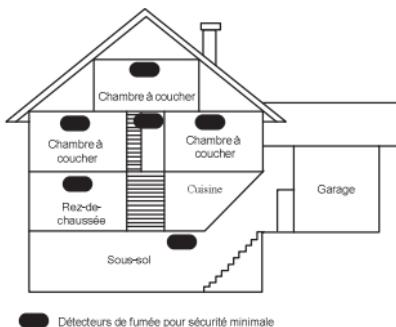

Figure 3: Emplacement des détecteurs de fumée et de chaleur pour une résidence à plusieurs étages s
- ◆ Installez les détecteurs de fumée et de chaleur aussi près que possible du centre des plafonds. Si ce n'est pas possible, placer les alors au plafond, mais pas à moins de 10 cm de tout mur ou coin, comme indiqué en figure 3.